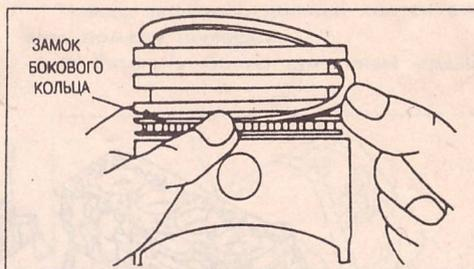

Рис. 62. Установка бокового кольца на маслоъемном кольце, состоящем из трех элементов. Всегда сначала устанавливается верхнее боковое кольцо.
- Установить маслоъемное кольцо. Для этого сначала с помощью щипцов установить средний элемент. Боковые кольца устанавливаются без применения щипцов, т. к. они при этом могут быть сломаны. Для установки бокового кольца сначала вдевать пальцем один его конец между средним элементом и канавкой поршня, а затем вдавить кольцо по окружности поршня, как показано на рис. 62.